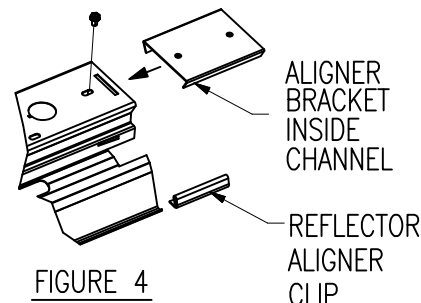

FIGURE 4
- 4) REMOVE END CAP, FROM ONE END OF CHANNEL, AND INSTALL ALIGNER BRACKET (5F-IJ ORDER SEPERATELY) AS SHOWN IN FIGURE 4. DO NOT TIGHTEN SCREW COMPLETELY.
- 7) INSTALL REFLECTOR ALIGNER CLIPS TO LOWER FLANGES OF REFLECTOR AS SHOWN IN FIGURE 4. PUSH REFLECTOR ALIGNER CLIP COMPLETELY ONTO REFLECTOR.